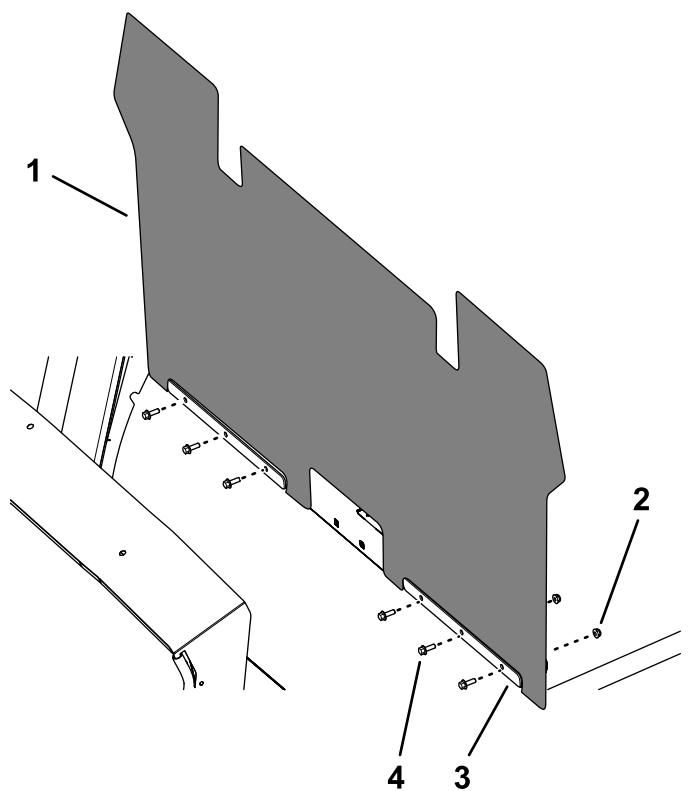

Figura 22
2. Montați apărătoarea interioară i bridele pentru apărătoarea interioară utilizând 6 uruburi cu guler i cap hexagonal ($\frac{1}{4} \times \frac{3}{4}$ ") i 6 piulițele cu guler ($\frac{1}{4}$ ") aa cum este indicat în Figura 22.